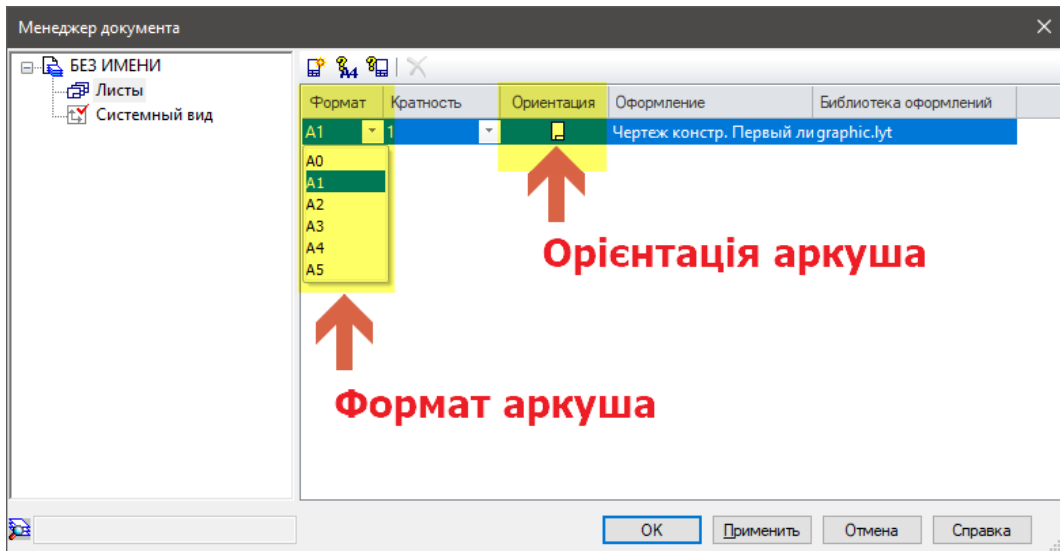

Рис. 2.6.1
1. Створити «Чертеж», створений за замовчуванням формат аркуша А4 змінити на формат А3 з горизонтальною орієнтацією. Для цього у Головному меню відкрити Менеджер документа , вибрати формат А3 (рис. 2.6.1) та змінити Орієнтацію з вертикальної  на горизонтальну , клацнувши мишкою на зображенні.